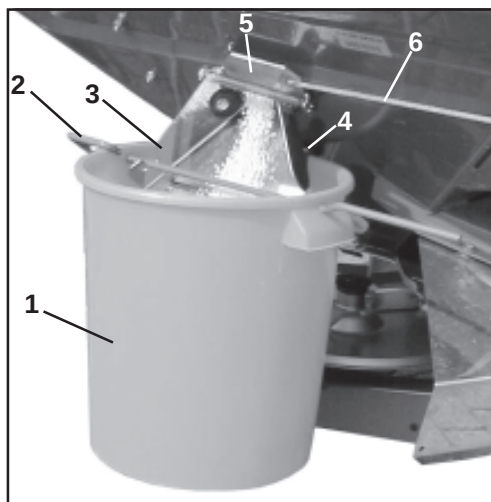

Fig. 7.12
- Heng opp samlebeholderen (Fig. 7.12/1) ved hjelp av bøylen (Fig. 7.12/2) på utløpsrenna (Fig. 7.12/3). Sørg for at samlebeholderen blir festet i holderen (Fig. 7.12/4 u. 7.11/1).
- Hold sidespjeldet (Fig. 7.12/5) på utløpsrenna helt åpent i ca. 5 sek. ved hjelp av snora (Fig. 7.12/6) (for å sikre en jevn gjødselstrøm). Tøm så den oppsamlede gjødselmengde tilbake i spreder.
- Heng opp samlebeholderen (Fig. 7.12/1) ved hjelp av bøylene (Fig. 7.12/2) på utløpsrenna (Fig. 7.12/3). Sørg for at samlebeholderen blir festet i holderen (Fig. 7.12/4 u. 7.11/1).
- Hold sidespjeldet (Fig. 7.12/5) på utløpsrenna helt åpent i ca. 5 sek. ved hjelp av snora (Fig. 7.12/6) (for å sikre en jevn gjødselstrøm). Tøm så den oppsamlede gjødselmengde tilbake i sprederen.